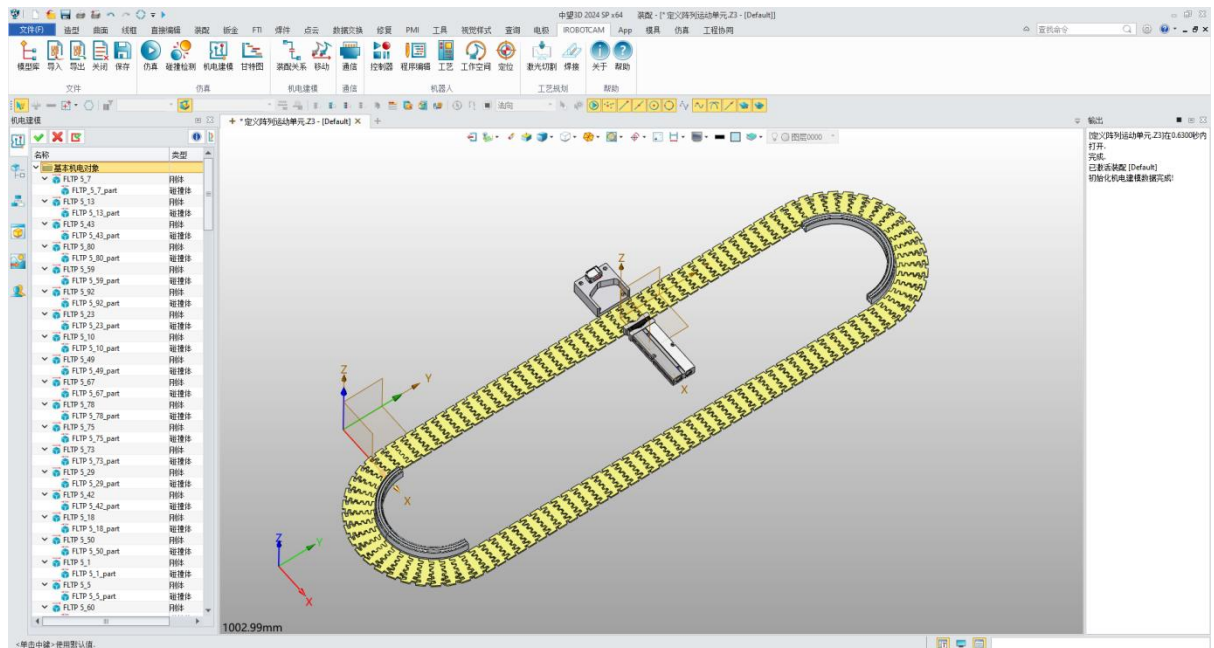

图 7-12: 基本机电对象中-阵列集合
- 最终阵列运动单元窗口阵列集合参数信息如下图所示。(图 7-12)